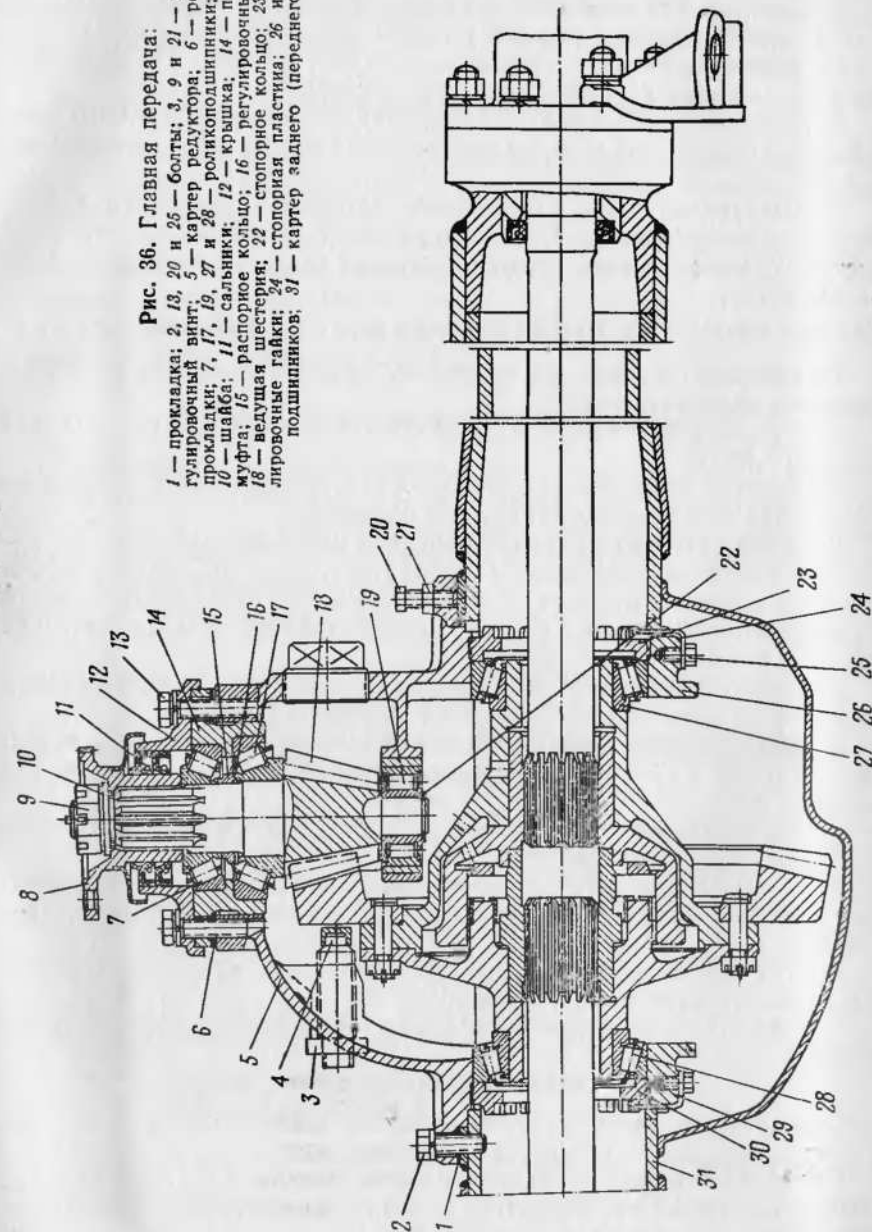

Рис. 36. Главная передача:
5. Отвернуть гайки болтов крепления шарнира карданного вала к фланцу 8 (рис. 36) и отсоединить карданный вал от главной передачи.
а) Прокладка 1 (рис. 36) при сборке должна быть смазана смазкой АМС-3.
2. Ослабить гайку 3 (рис. 36) и вывернуть регулировочный винт 4.
а) Для установки упора ведомой шестерни необходимо завернуть регулировочный винт 4 (рис. 36) до отказа, а затем отвернуть на $\frac{1}{6}$ оборота и законтрить гайкой 3.
6. Запрессовать в подшипниковую муфту 14 (рис. 36) наружные кольца роликоподшипников 7 и 17.